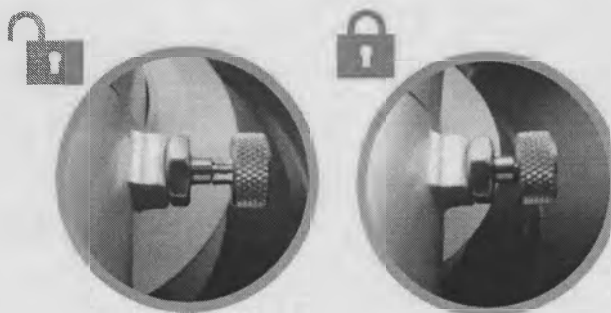

Рис. 3F. Регулировочный винт
2. Потяните регулировочный винт, см. **рис. 3F** и удерживайте его, поднимая манипулятор на нужную высоту. Существует семь заданных положений манипулятора. Чтобы зафиксировать положение, ослабьте винт и слегка поверните его.